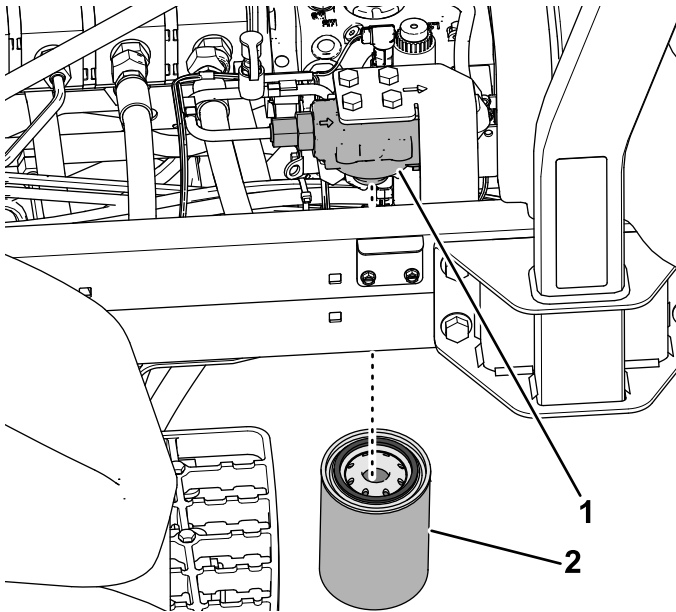

Bild 149
3. Legen Sie auf der linken Seite der Maschine eine Auffangwanne unter den Ladefilter (Bild 149).